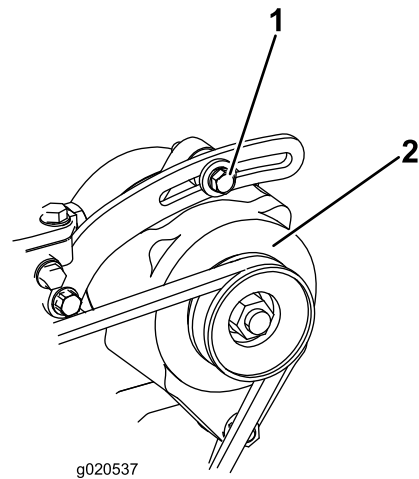

Bild 97
1. Lockern Sie bei einer Durchbiegung von mehr oder weniger als 10 mm die Befestigungsschrauben der Lichtmaschine (Bild 97).